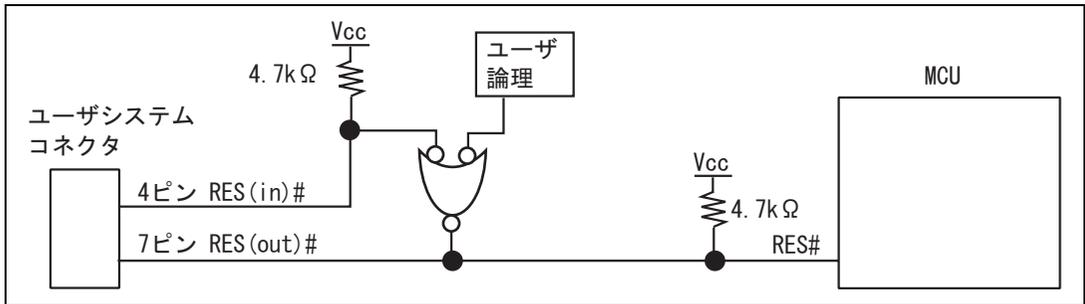

図 1.6 RES#端子の結線
- ユーザシステムコネクタの4ピンのRES(in)#はE10A エミュレータがMCU に対して出力する信号線です。ユーザ論理のリセット回路と4ピンのRES(in)#を図1.6のようにして、MCUのRES#端子に結線してください。また、ユーザシステムコネクタの7ピンのRES(out)#はE10A エミュレータがMCUのRES#端子をモニタする信号線です。プルアップの上、ユーザシステムコネクタの7ピンに結線してください。